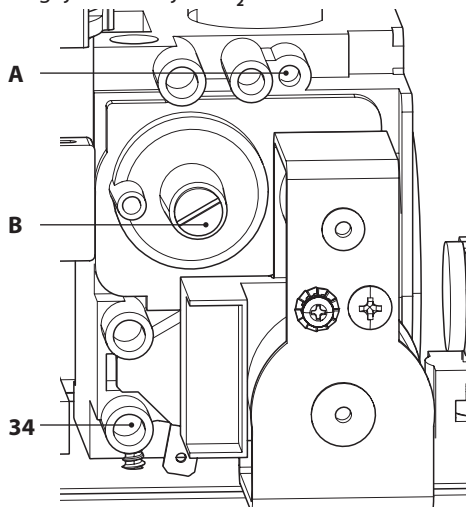

Figura 7.6
- Con la caldera apagada (fuera de servicio), compruebe la presión de alimentación usando la toma 34 en la Figura 7.6 y compare el valor indicado con los mostrados en la tabla Presiones de alimentación de gas en la sección "Datos técnicos Mia Condens Plus 25" en la pág. 30 y "Datos técnicos Mia Condens Plus 30" en la pág. 34.
- Vuelva a cerrar bien la toma de presión 34 en la Figura 7.6.
bajo Figura 7.6: girando en el sentido de las agujas del reloj el **CO₂** aumenta.
- Si los dos datos no coinciden, ajuste el tornillo de regulación de máximo RQ (A en la Figura 7.6) de la válvula de gas y calibre el **CO₂** al valor indicado en la sección "Datos técnicos Mia Condens Plus 25" en la pág. 30 y "Datos técnicos Mia Condens Plus 30" en la pág. 34 en la tabla "Datos en agua sanitaria". Girando en el sentido de las agujas del reloj el **CO₂** se reduce.